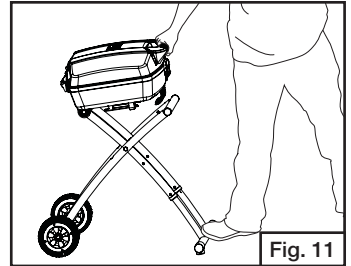

Fig. 11
- Continúe llevando la manija de la tapa hacia usted hasta extender la base por completo. (Fig. 11)